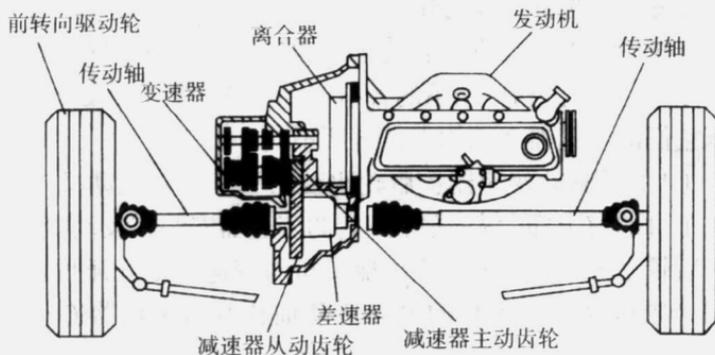

图 1-5 汽车前驱动示意图
(2) 前驱动变速器：前轮驱动的汽车，它的发动机和驱动轮均在前部，因此一般将变速器与驱动桥中的减速器和差速器装配成一个十分紧凑的整体，固定在车架上(见图 1-5)。为区分后驱动变速器，我们一般将前驱动变速器称为变速驱动桥。